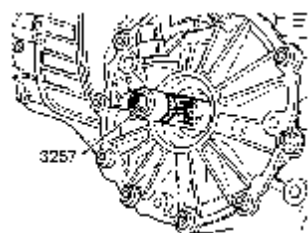

图 9-118 安装间隔环
(3) 间隔环安装时, 压入间隔环至挡圈并注意不要歪斜, 如图 9-118 所示。